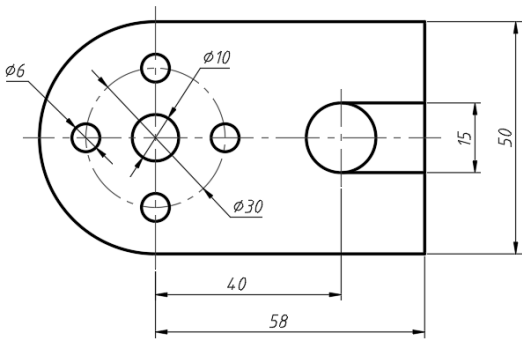

图 8-59 原始图形
- 1 打开“尺寸公差即学即练.dwg”文件,该文件中存在着图 8-59 所示的图形。